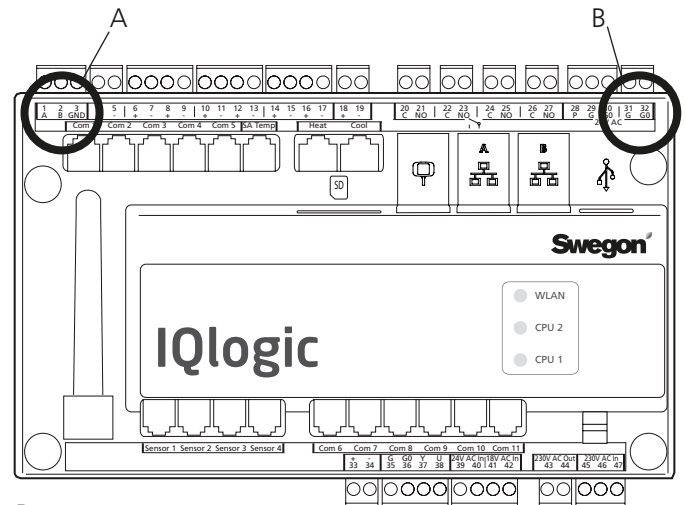

Рис. 4
Напряжение питания 24 В AC подключается к клеммам Vin+ (24) и GND (23) или может быть подано с автоматики агрегата, см. ниже и В на рис. 4.
Подключить сеть через устройство коммуникации GOLDen GATE к автоматике GOLD (А на рис. 4).